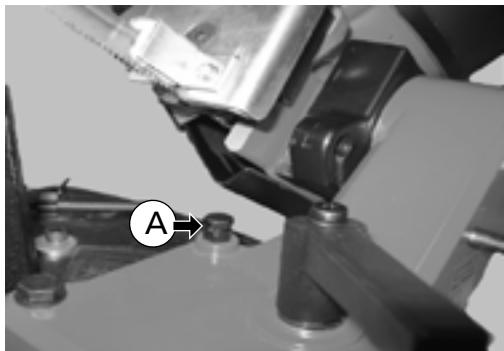
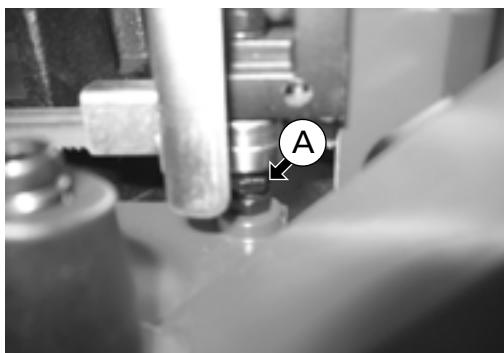

Abb. 21
Abb. 22
Endanschlag (A) (siehe Abb. 21) definiert die Schnitttiefe für die Bandsäge und verhindert, dass das Sägebands Kontakt mit dem Sockel hat (siehe Abb. 22).
Elemente auf Abb. 21 - 22